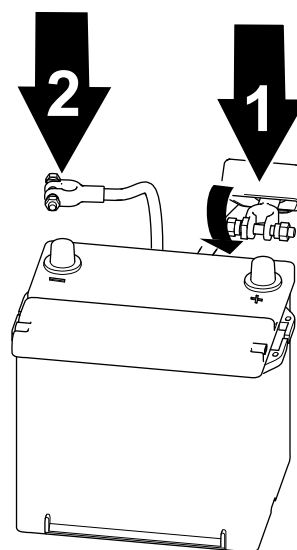

Рисунок 60
1. Подсоедините положительный кабель к аккумулятору и затяните зажимную гайку аккумулятора (Рисунок 60).
2. Подсоедините отрицательный кабель к аккумулятору и затяните зажимную гайку аккумулятора (Рисунок 60).